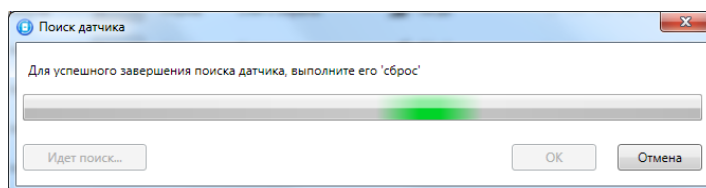

Рис. 6.19. Подключение радиоизвещателя
4. После нажатия кнопки *OK* начнется поиск радиоизвещателя контроллером в течение 30 секунд (рис. 6.19). Для того чтобы радиоизвещатель был найден контроллером, его состояние должно быть сброшено. Для новых радиоизвещателей выполнять сброс не требуется (их состояние является сброшенным). Для радиоизвещателей, использовавшихся ранее, необходимо выполнить сброс. У большинства моделей (за исключением *Ладога-ПД-РК*) он выполняется путем замыкания перемычки сброса на плате. Подробные сведения о сбросе состояния радиоизвещателей см. в документации к ним.